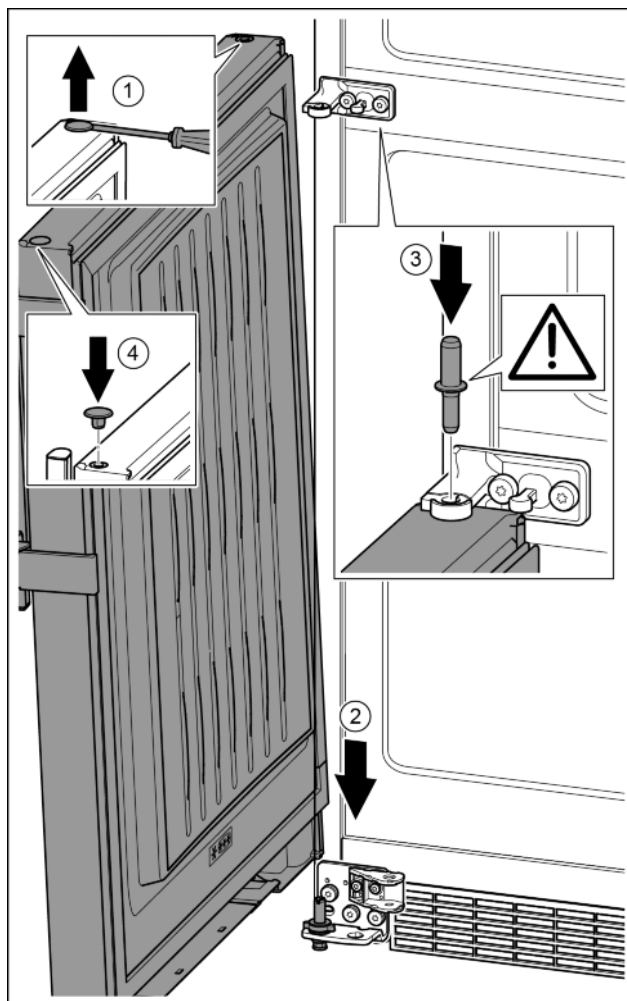

Fig. 32
- ▶ Осторожно приподнять шлицевой отверткой заглушку и вынуть ее. Fig. 32 (1)
- ▶ Установить дверь сверху на нижний опорный палец. Fig. 32 (2)
- ▶ Вставить средний опорный палец через средний опорный кронштейн в нижнюю дверь. При этом следить за тем, чтобы выступ фиксатора был направлен назад. Fig. 32 (3)
- ▶ Заглушку снова вставить с другой стороны. Fig. 32 (4)